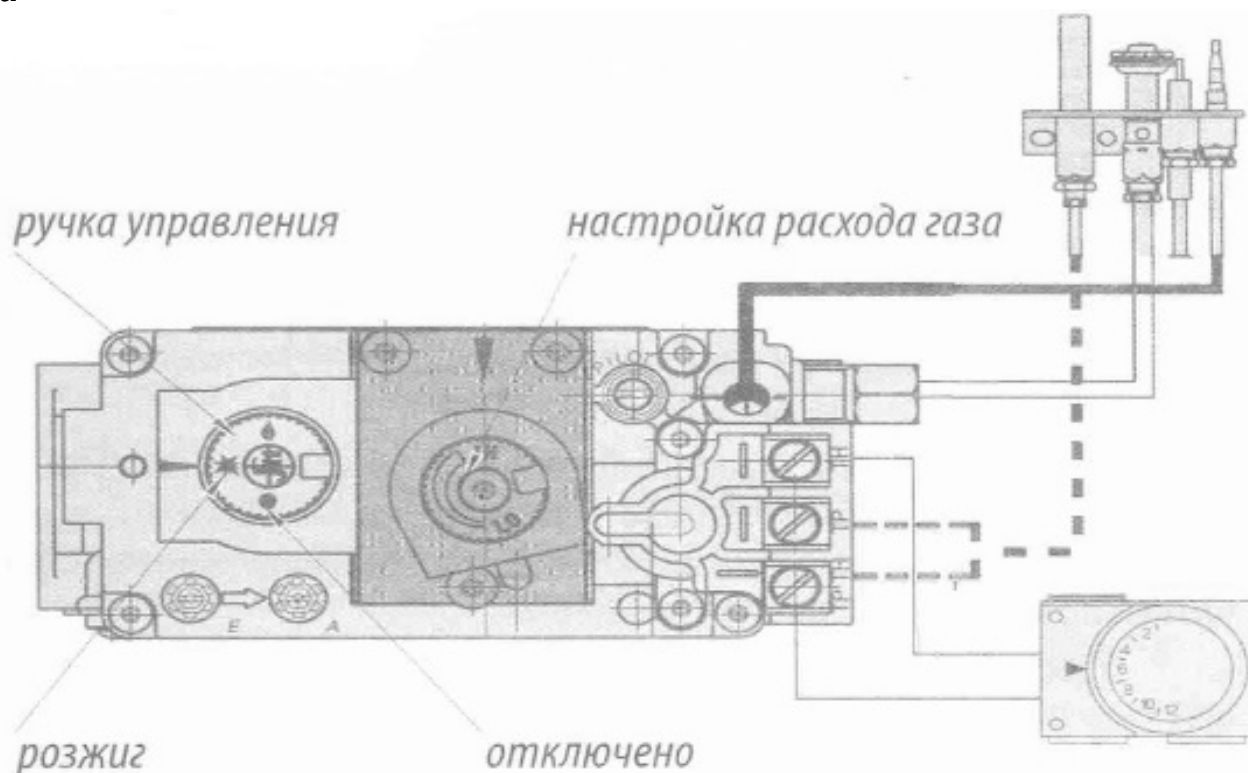

Рис. 11. Элементы управления КОГВ «STRATTOS» 35-100 кВт
- 8.4.1. Установить ручку газового блока в положение "Отключено" (см. рис.11).